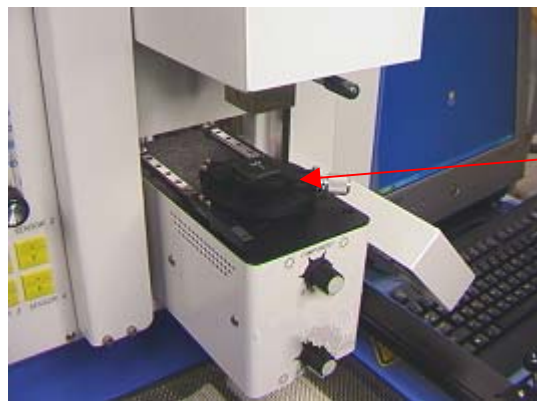

Figure 17
- xi. Si l'option bain de fondant a été sélectionnée, placez celui-ci sur le boîtier de la caméra.(Figure 17) Cliquez avec la souris pour le trempage puis retirez le bain de fondant.